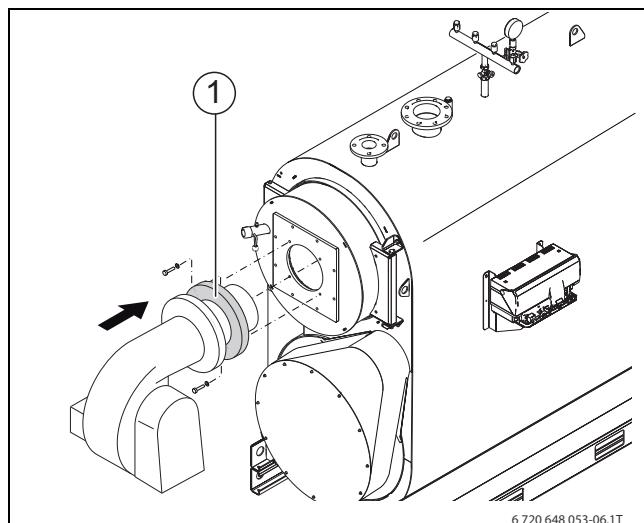

Рис. 20 Установка уплотнения
- Наденьте уплотнение на трубу горелки (→ рис. 20, [1], стр. 23).